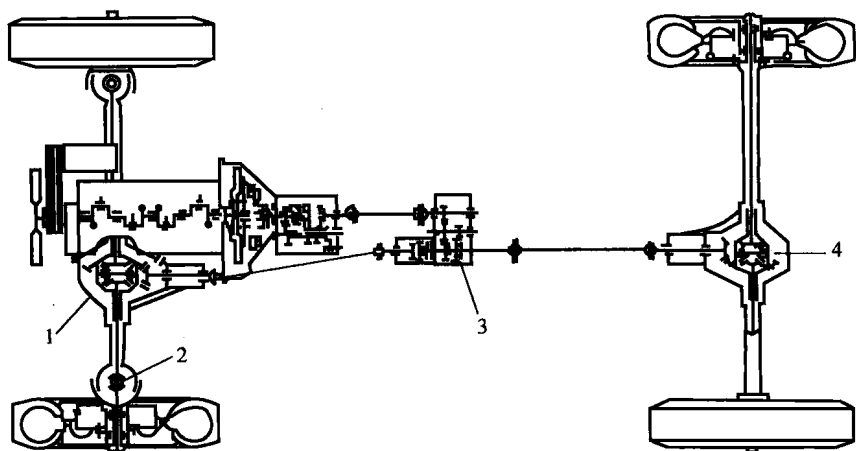

图 1-8 全轮驱动(nWD 型)传动系示意图
(5) 全轮驱动(nWD 型)。全轮驱动(nWD 型)方式如图 1-8 所示，它在变速器与驱动桥之间加装了分动器，将发动机传递给变速器的动力分配给前、后两个驱动桥，从而使所有车轮都是驱动轮，可以充分利用车轮与路面之间的附着条件，以获得尽可能大的牵引力，提高汽车在坏路和无路地区的通过性。